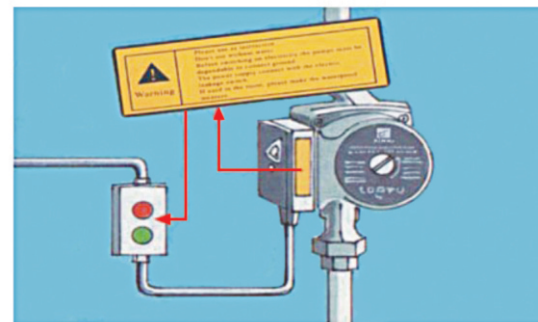

Figura 6
- Seguindo as instruções com atenção antes de iniciar a instalação, como mostra a figura 6.